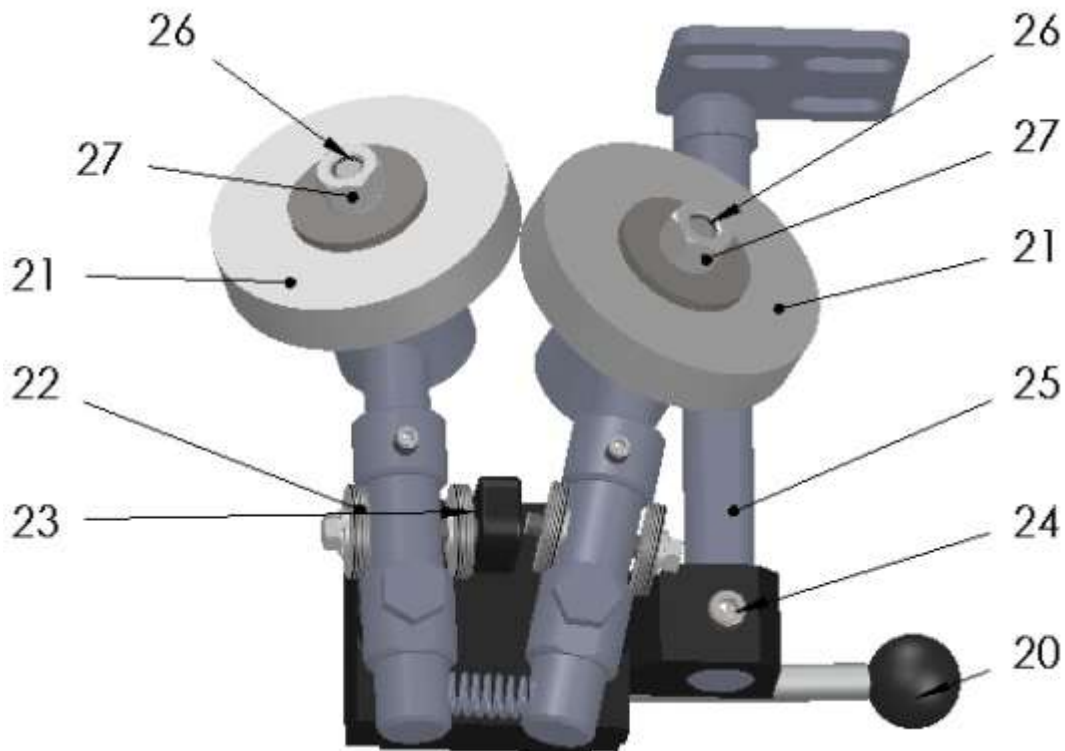

Рис. 3.
Общий вид заточного устройства с указанием его основных элементов представлен на рис. 3.
С этой целью (см. рис. 3.) следует:
- снять заточное рис.3. устройство (7) и направляющую (25)